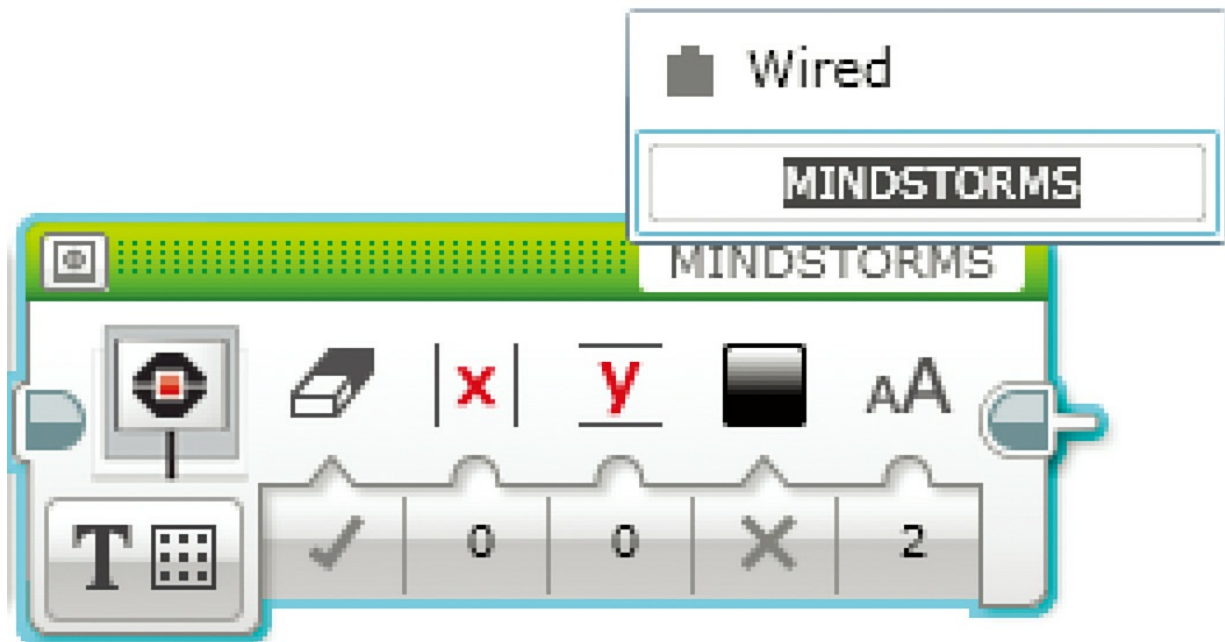

图8.30 将显示调为已连线
1. 拖曳一个显示模块到序列的尾部，调整模式选为“文本——矩阵”。现在并不是将默认的MINDSTORMS值更改为别的什么文本，而是更改为“已连线”（如图8.30所示）。